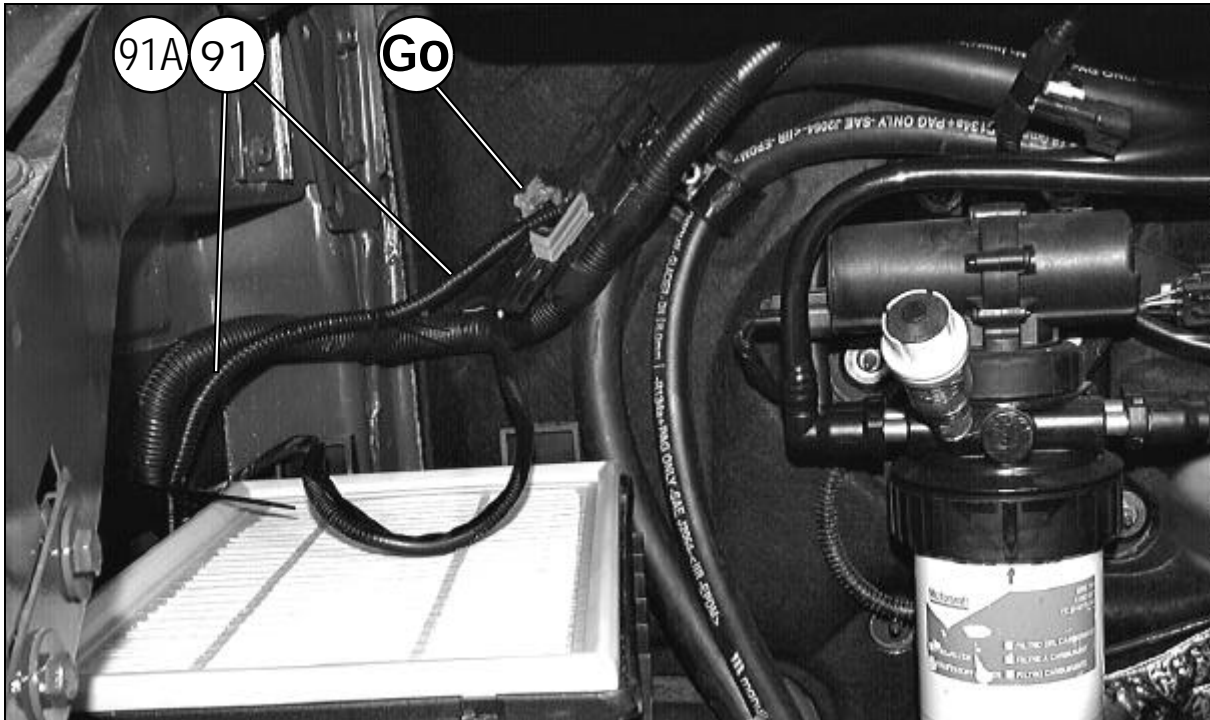

FIG. 8D
Tagliare la guaina di protezione del tubo gas del gruppo climatizzatore, nella zona di figura. Bloccare la sonda "St" del termostato "66" al tubo gas mediante molla "69". Rivestire il tubo gas e la parte terminale della sonda "St", nella zona della molla, mediante mastice anti-condensa "70". Collegare i cavi dell'impianto elettrico comandi "91", precedentemente introdotti nell'abitacolo (vedi fig.8D), al termostato "66" (vedi pos.14 dello schema elettrico allegato).
Couper la gaine de protection du tuyau gaz du groupe climatiseur, dans la zone indiquée sur la figure. Fixer la sonde "St" du thermostat "66" au tuyau gaz à l'aide du ressort "69". Recouvrir le tuyau gaz et la partie terminale de la sonde "St", dans la zone du ressort, à l'aide du mastic anti-condensation "70". Connecter les fils du faisceau électrique des commandes "91", précédemment introduits dans l'habitacle (voir fig.8D), au thermostat "66" (voir pos.14 du schéma électrique joint).
Cut the protection sheath for the climate control unit gas hose in the position indicated in the figure. Lock probe "St" of the thermostat "66" to the gas hose using spring "69". Coat the gas hose and the terminal portion of probe "St" (in the area around the spring) with the condensation-proofing material "70". Connect the control system wiring "91", previously brought into the passenger compartment (see Fig. 8D), to the thermostat (see the enclosed wiring diagram, pos. 14).
Die Abdeckung des Kältemittelschlauchs des Heiz-Klimagerätes im Bereich der Abbildung schneiden. Fühler "St" des Thermostats an Kältemittelschlauch mit Feder "69" befestigen. Den Kältemittelschlauch und das Endteil des Fühlers "St" im Bereich der Klammer mit Antikondenswasserdichtemasse "70" verkleiden. Die vorher in den Fahrzeuginnenraum (siehe Abb. 8D) eingeführten Kabel "91" an Thermostat "66" (siehe Pos. 14 des Schaltschemas im Anhang) anschließen.
Cortar la vaina de protección del tubo gas del grupo climatizador, en la zona de la figura. Bloquear la sonda "St" del termostato "66" al tubo de gas mediante resorte "69". Revestir el tubo de gas y la parte terminal de la sonda "St", en la zona del resorte, mediante masilla anticondensación "70". Conectar los cables de la instalación eléctrica mandos "91", precedentemente introducidos en el habitáculo (véase fig. 8D), al termostato "66" (véase pos.14 del esquema eléctrico adjunto).
Tagliare la guaina di protezione del tubo gas del gruppo climatizzatore, nella zona di figura. Bloccare la sonda "St" del termostato "66" al tubo gas mediante molla "69". Rivestire il tubo gas e la parte terminale della sonda "St", nella zona della molla, mediante mastice anticondensa "70". Collegare i cavi dell'impianto elettrico comandi "91A", precedentemente introdotti nell'abitacolo (vedi fig.8D), al termostato "66" (vedi pos.14 dello schema elettrico allegato). Collegare il cavo "ARANCIO" dell'impianto elettrico "91A" al cavo "VERDE-ARANCIO", collegato al connettore "Co", mediante giunzione RAYCHEM "92" (vedi pos.53 dello schema elettrico allegato). Sfilare i cavi "VERDE-BIANCO" e "VERDE-NERO", collegati al connettore "Co", eliminare il terminale esistente e collegarli all'impianto elettrico "91A" mediante terminali forniti "93" (vedi pos.12-52 dello schema elettrico allegato).
Couper la gaine de protection du tuyau gaz du groupe climatiseur, dans la zone indiquée sur la figure. Fixer la sonde "St" du thermostat "66" au tuyau gaz à l'aide du ressort "69". Recouvrir le tuyau gaz et la partie terminale de la sonde "St", dans la zone du ressort, à l'aide du mastic anti-condensation "70". Connecter les fils du faisceau électrique des commandes "91A", précédemment introduits dans l'habitacle (voir fig.8D), au thermostat "66" (voir pos.14 du schéma électrique joint). Connecter le fil "ORANGE" du faisceau électrique "91A" au fil "VERT-ORANGE", connecté au connecteur "Co", à l'aide du raccord RAYCHEM "92" (voir pos.53 du schéma électrique joint). Désenfiler les fils "VERT-BLANC" et "VERT-NOIR", connectés au connecteur "Co", éliminer la borne existante et les connecter au faisceau électrique fourni "91A", à l'aide des bornes fournies "93" (voir pos.12-52 du schéma électrique joint).
Cut the protection sheath for the climate control unit gas hose in the position indicated in the figure. Lock probe "St" of the thermostat "66" to the gas hose using spring "69". Coat the gas hose and the terminal portion of probe "St" (in the area around the spring) with the condensation-proofing material "70". Connect the control system wiring "91A", previously brought into the passenger compartment (see Fig.8D), to the thermostat (see the enclosed wiring diagram, pos. 14). Connect the "ORANGE" wire of wiring system "91A" to the "GREEN-ORANGE" wire hooked up to connector "Co". Use the Raychem connector "92" (see the enclosed wiring diagram, pos. 53). Withdraw the "GREEN-WHITE" and "GREEN-BLACK" wires connected to connector "Co", eliminate the existing terminal and hook them up to wiring system "91A" using the supplied terminals "93" (see the enclosed wiring diagram, pos. 12-52).
Die Abdeckung des Kältemittelschlauchs des Heiz-Klimagerätes im Bereich der Abbildung schneiden. Fühler "St" des Thermostats an Kältemittelschlauch mit Feder "69" befestigen. Den Kältemittelschlauch und das Endteil des Fühlers "St" im Bereich der Klammer mit Antikondenswasserdichtemasse "70" verkleiden. Die vorher in den Fahrzeuginnenraum (siehe Abb.8D) eingeführten Kabel "91A" an Thermostat "66" (siehe Pos. 14 des Schaltschemas im Anhang) anschließen. Kabel "ORANGE" der elektrischen Anlage "91A" an Kabel "GRÜN-ORANGE". Das am Steckverbinder "Co" mit RAYCHEM Verbindung "92" angeschlossen ist verkabeln. (siehe Pos 53 des Schaltschemas im Anhang). Die am Steckverbinder "Co" angeschlossenene Kabel "GRÜN"-WEISS" und "GRÜN"-SCHWARZ" herausziehen, den vorhandenen Stecker entfernen und die Kabel an die elektrische Anlage "91A" mit gelieferten Steckern "93" anschließen (siehe Pos. 12-52 des Schaltschemas im Anhang).
Cortar la vaina de protección del tubo gas del grupo climatizador, en la zona de la figura. Bloquear la sonda "St" del termostato "66" al tubo de gas mediante resorte "69". Revestir el tubo de gas y la parte terminal de la sonda "St", en la zona del resorte, mediante masilla anticondensación "70". Conectar los cables de la instalación eléctrica mandos "91A", precedentemente introducidos en el habitáculo (véase fig.8D), al termostato "66" (véase pos.14 del esquema eléctrico adjunto). Conectar el cable "ANARANJADO" de la instalación eléctrica "91A" al cable "VERDE-ANARANJADO", conectado al conector "Co", mediante junta RAYCHEM "92" (véase pos.53 del esquema eléctrico adjunto). Extraer los cables "VERDE-BLANCO" y "VERDE-NEGRO", conectados al conector "Co", eliminar el terminal existente y conectarlos a la instalación eléctrica "91A" mediante terminales abastecidos "93" (véase pos.12-52 del esquema eléctrico adjunto).